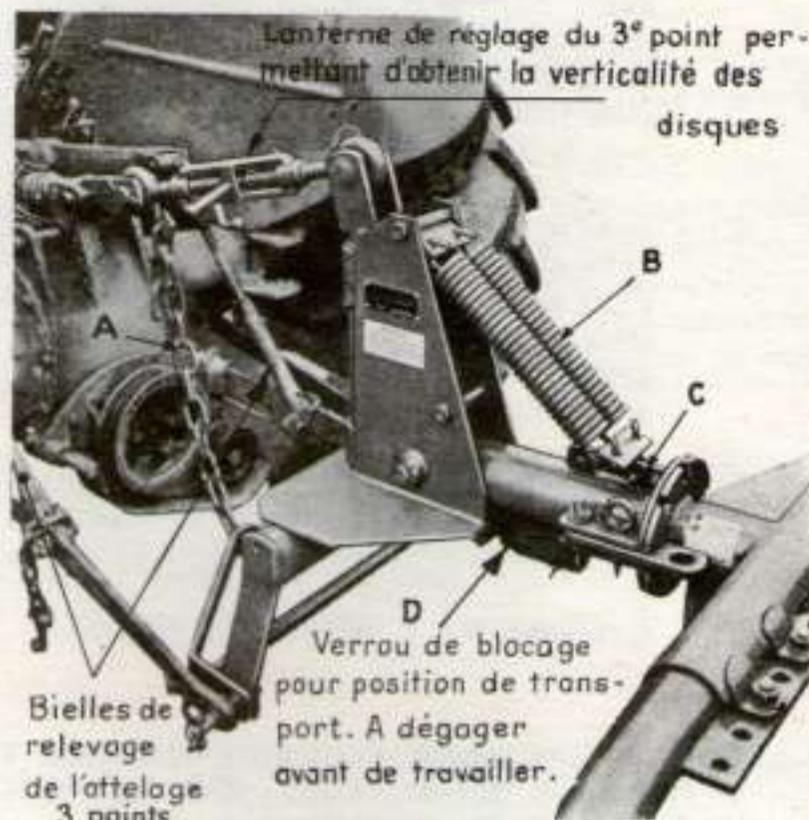

Fig. 9 - ATTELAGE DU RATEAU SUR LE TRACTEUR
- Accrochez la chaîne de retenue - Repère A - Fig. 9. Elle doit être réglée de telle façon qu'en position de travail (poutre à l'horizontale à droite) l'ensemble du râteau soit supportée par elle. Elle soulage donc les deux bras inférieurs de relevage et permet, une fois réglée, d'obtenir très rapidement la position de travail, en descendant à fond le relevage.
- Engagez le verrou de blocage qui verrouille la poutre en position transport. (Repère D - Fig. 9).
Elle se règle au moyen de la lanterne de réglage du relevage. Après avoir attelé le râteau au tracteur, vérifiez bien ce réglage qui est très important pour faire un bon travail. (Fig. 9).
La chaîne de retenue doit être réglée de telle façon qu'en position de travail (poutre à l'horizontale à droite) l'ensemble du râteau soit supporté par elle. Elle soulage donc les deux bras inférieurs de relevage et permet, une fois réglée d'obtenir très rapidement la position de travail, en descendant à fond le relevage (Rep. A Fig. 9).
Régalez la tension des 2 ressorts compensateurs (Repère B - Fig. 9) pour qu'il y ait un jeu de 2 cm entre le tube porte poutre et la plaque embase de la tête du râteau. Pour obtenir ce réglage, utilisez un des trous de la barette (Repère C - Fig. 9)
L'horizontalité de la poutre s'obtient en agissant plus ou moins sur les correcteurs des bras inférieurs de relevage. Le grattage du sol se règle en utilisant l'un ou l'autre des mailons de la chafne (A fig. 9).